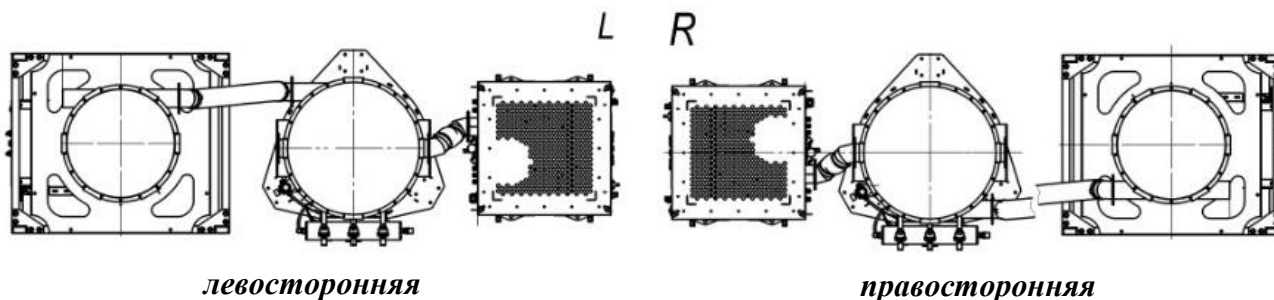

Рисунок 4
5.3.2 Приставить к вакуумному блоку фильтровальный в соответствии с монтажной разметкой (рисунок 4). Соединить входное отверстие вакуумного блока и выходное отверстие фильтровального блока при помощи гибкого шланга с патрубками в сборе, которые входят в комплект поставки фильтровального блока FXXL. При необходимости гибкий шланг разрешается укоротить. Закрепить фланцы патрубков болтами из комплекта, контролировать затяжку.